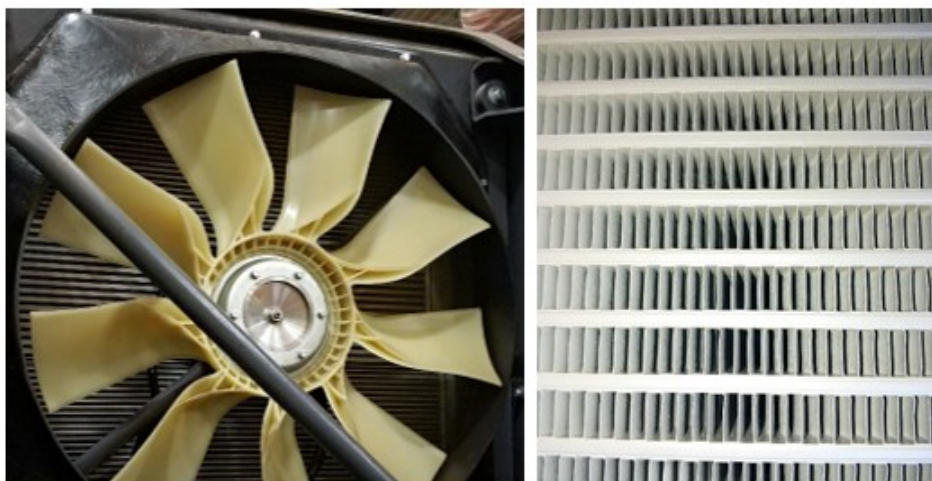

Рисунок 5.36. Осмотр и чистка сот блока радиаторов
- Осмотреть соты блока радиаторов на наличие загрязнений рис. 5.36.